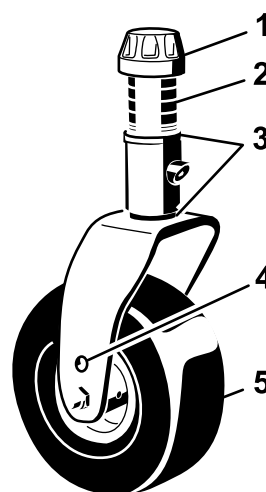
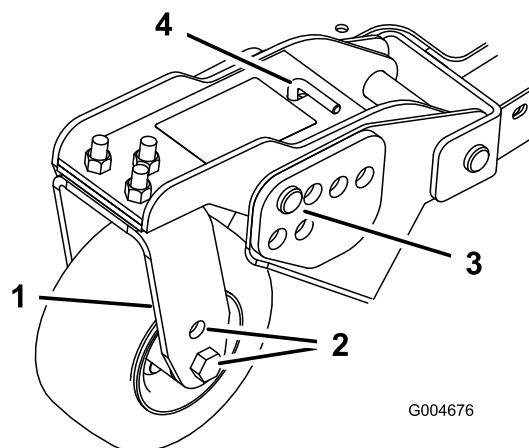
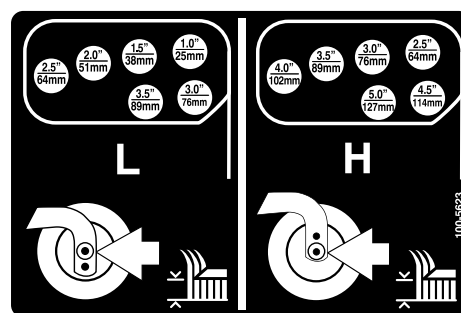

Figure 20
Figure 22
Figure 23
- Placez les essieux des roues pivotantes dans les mêmes trous sur toutes les fourches (Figure 20 et Figure 22).
- Enlevez le chapeau de tension de l'axe de pivot et sortez l'axe du bras de la roue pivotante (Figure 20).
- Enlevez la goupille fendue et les axes de chape des bras pivotants (Figure 22).
- Tournez la tige de tension pour élever ou abaisser le bras de pivot jusqu'à ce que les trous soient en face de ceux du support de hauteur de coupe sélectionnés dans le cadre du plateau de coupe (Figure 22 et Figure 23).